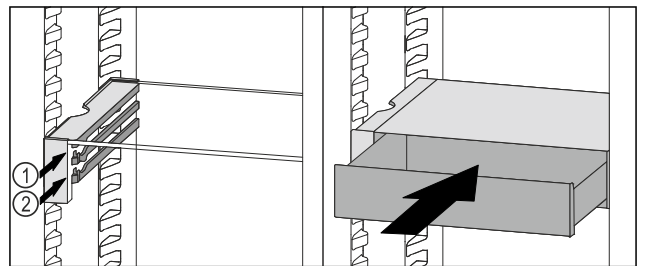

Fig. 76
- ▶ Posizionare il cassetto VarioSafe dietro i tappi sulla nervatura desiderata Fig. 76 (1) o Fig. 76 (2).